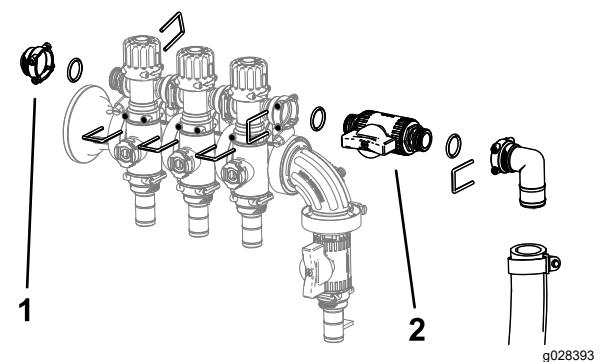

Figura 6
5. Installate il gruppo di regolazione bypass, il tappo femmina, gli O-ring, la valvola di intercettazione e il gruppo raccordo e flessibile, utilizzando i fermi rimossi in precedenza come illustrato nella Figura 6.